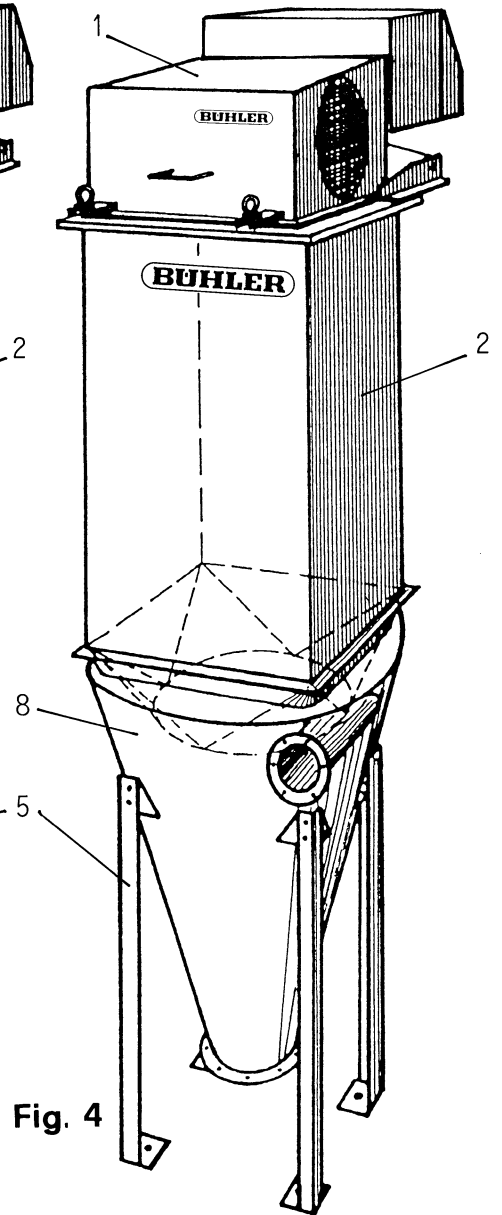

Fig. 4
Die Filter sind im Baukastensystem nach Oberteil (1), Gehäuse (2), Trichter (4) und Abstützungen (5) aufgeteilt. Bei der Totalabscheiderausführung (Fig. 4) anstatt des Trichters (4) den Konus (8) mit tangenbialem Lufteintritt vorsehen.